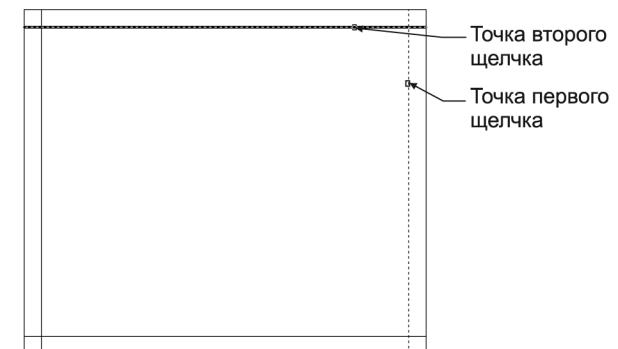

Рис. 2.12 ▼ Точки выбора внутренних линий для их сопряжения
1. Запустите инструмент **Сопряжение** (Fillet), щелкнув на кнопке **Сопряжение** (Fillet) панели **Изменить** (Modify) или выбрав из меню команду **Изменить** ⇒ **Сопряжение** (Modify ⇒ Fillet) либо введя в командном окне команду **Сопряжение** (FILLET) или просто **соп** (F).
2. В командном окне появится сообщение о текущих параметрах команды **Сопряжение** (FILLET): режим отсечения лишних линий (**Режим = С обрезкой** (Mode = TRIM)) и сопряжение линий с радиусом 0 единиц (**Радиус сопряжения = 0.0000** (Radius = 0.0000)). Эти параметры нас вполне устраивают, поэтому просто подведите отмечающий указатель к местам, обозначенным на рис. 2.12 и щелкните сначала на правой внутренней вертикальной линии, а затем на верхней внутренней горизонтальной линии.